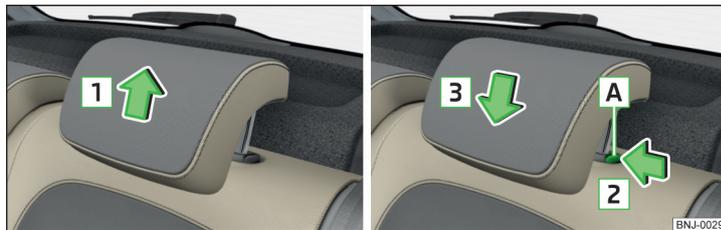

Fig. 59 Ajustar altura do apoio da cabeça
- Pegar no apoio e deslocar **para cima** no sentido da seta **1** » Fig. 59.